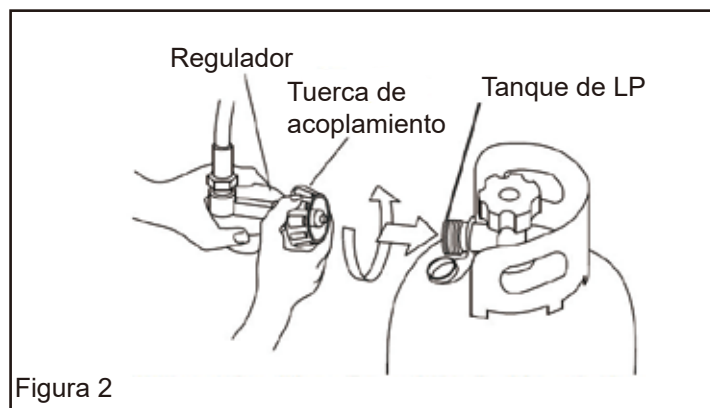

Figura 2
**IMPORTANTE!** - Use siempre un tanque de gas propano (LP) que tenga un dispositivo de conexión compatible con la manguera y el conjunto del regulador suministrado.
2. Para conectar el tanque de LP, inserte la unión del extremo del regulador en la válvula del tanque, gire la tuerca de acoplamiento hacia la derecha y apriete firmemente (vea la Figura 2).